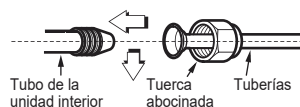

Fig.5-3
- Apriete suficientemente la tuerca abocinada (consulte la Fig. 5-3)